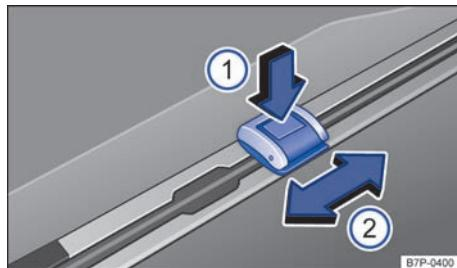

图 126 调整行李箱内的可滑动捆绑环
- 按压捆绑环上的上部按钮 ⇒ 图 126 ①。
- 将捆绑环移动到所需位置 ②。
- 向上翻回捆绑环的卡箍 ⇒ 图 126, 固定装载物。